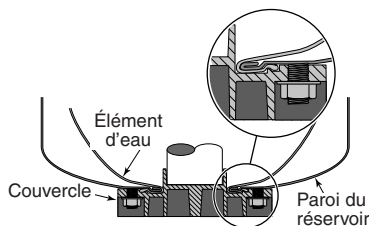

Figure 5 – Diaphragme bien posé et reposant bien
11. Nettoyer la surface d'étanchéité et la gorge du couvercle; poser le couvercle sur le réservoir (voir la Figure 5).